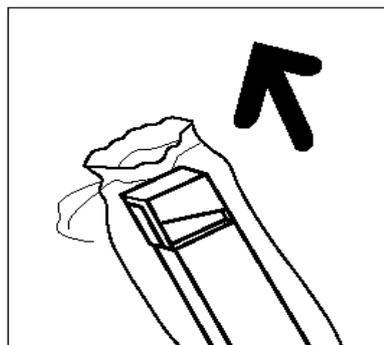

Figure 18 : Déballage du nouveau flacon de récupération toner
- 6** Déballez le nouveau flacon de récupération toner (figure 18).